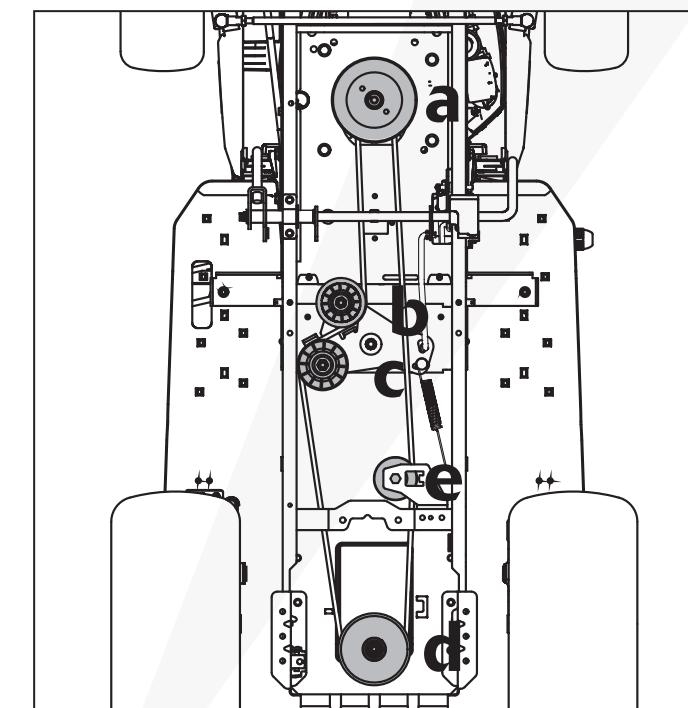

Fig. 32
- Desmonte el conjunto de la polea motriz (a, Fig. 32) retirando el tornillo que la sujetaba al eje de salida del motor.
- Retire las tres poleas (b, c, e Fig. 32) quitando las tuercas que las sujetan al soporte de montaje.
- Saque la correa de la polea de transmisión. (d, Fig. 32)